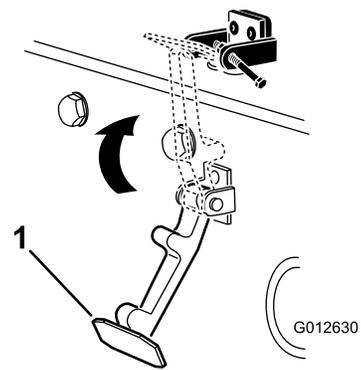

**Figura 6**
6. Remache el seguro de cierre, el cerradero y las arandelas al capó (Figura 6).